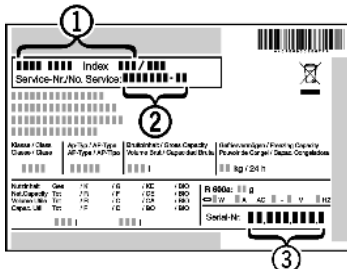

Fig. 14
► Prietaiso pavadinimas Fig. 14 (1), techninio aptarnavimo Nr. Fig. 14 (2) ir serijos Nr. Fig. 14 (3) užrašyti duomenų skydelyje. Duomenų skydelis yra prietaiso viduje, kairiajame šone.
- Susiekite su techninio aptarnavimo skyriumi ir praneškite apie gedimą, taip pat pasakykite prietaiso pavadinimą Fig. 14 (1), techninio aptarnavimo Nr. Fig. 14 (2) ir serijos Nr. Fig. 14 (3).